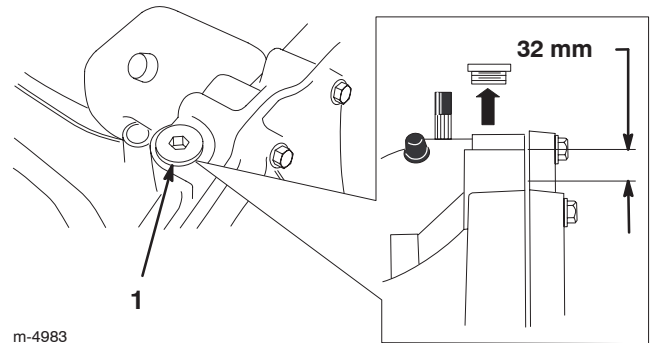

Bild 27
6. Reinigen Sie den Bereich um die Füllschraube (Bild 27), so dass kein Schmutz in den Ölbehälter fällt, wenn Sie Öl nachfüllen müssen.
Hinweis: Der Ölstand darf höchstens 32 mm unter der Oberseite des Einfüllstutzens stehen (Bild 27). Füllen Sie bei Bedarf Öl nach.